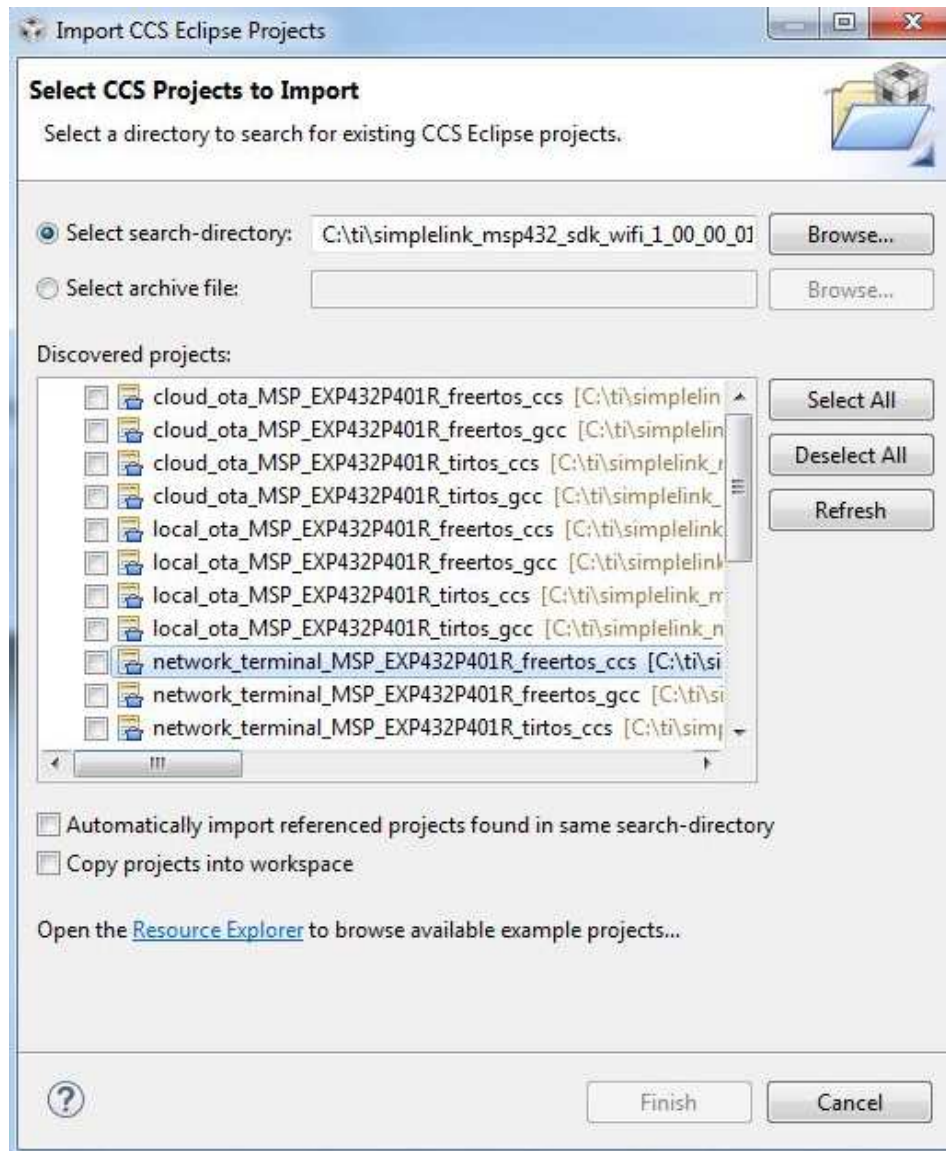

图 20. CCS™ 导入 `network_terminal` 示例
- 选择基于 `network_terminal` 的示例，然后单击完成 (Finish) (请参见图 20)。